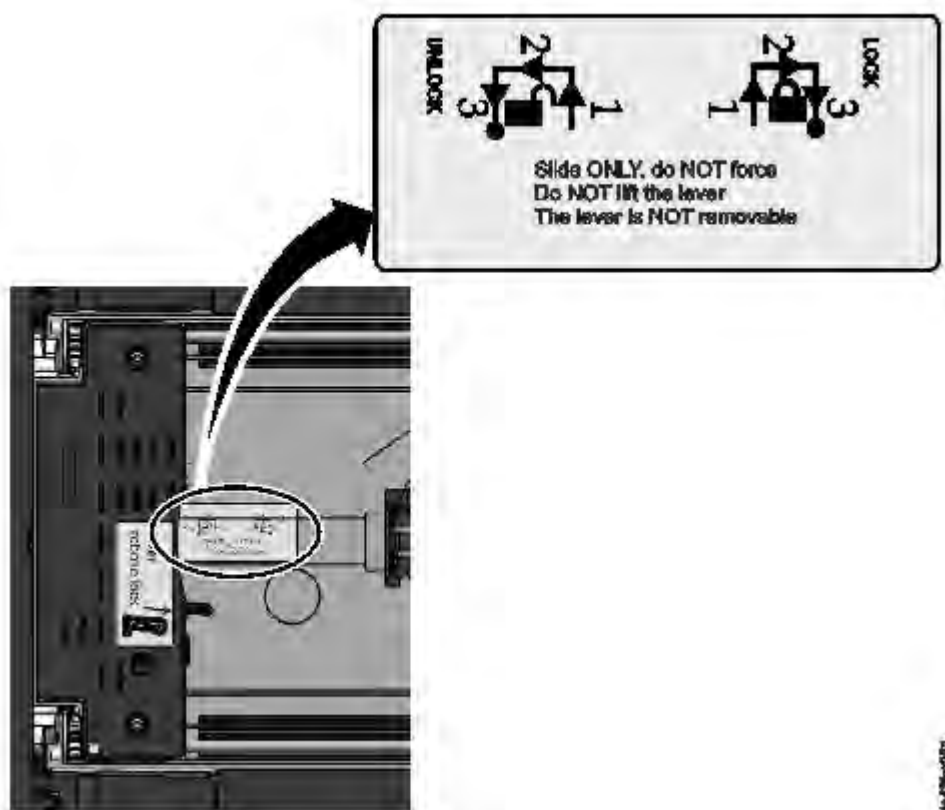

Figura 81. Desbloqueo del robot
10. Desbloquee la palanca y aparte a un lado el descriptor de acceso. Consulte Figura 81 en la página 183.